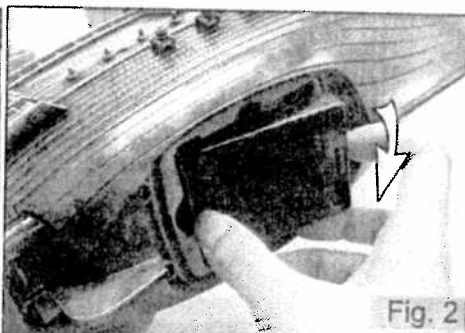

Fig. 2
2. Ouvrir le clapet du compartiment des piles puis extraire le logement des piles (fig.2).